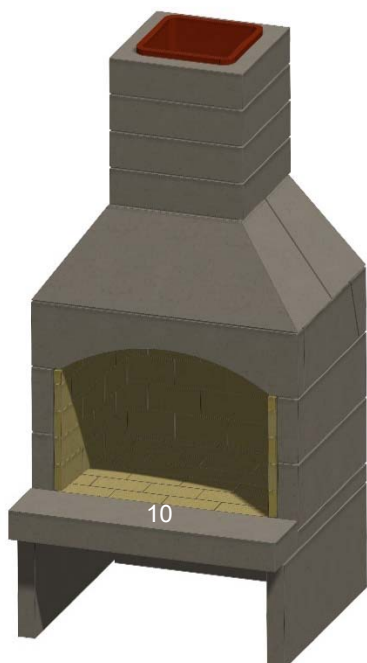

Figura 24. Hogar
P. Instale la pieza del hogar (10) si utiliza este componente, y cualquier extensión del hogar. Véase la figura 24.